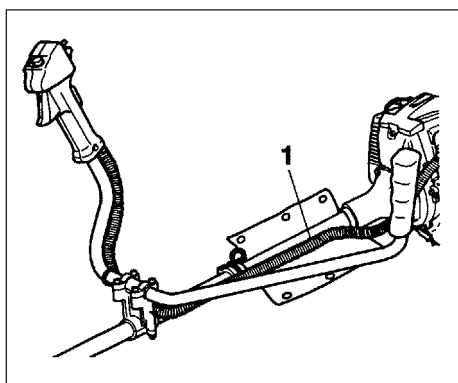

Fig.1-3B
Frigör ändkudden och linda ihop de inkapslade kortslutningskablar och gasspjällets ledning (1) med ändkudden. (Fig. 1-3B)